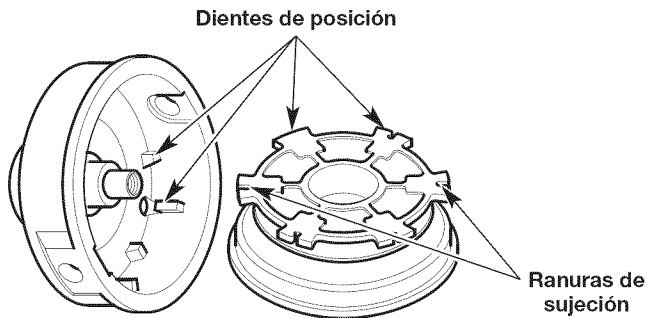

Fig. 17
6. Compruebe que los dientes de posición y las ranuras de sujeción no estén desgastados (Fig. 17). Si fuera necesario, quite las rebabas o cambie el carrete interior y la bobina exterior.